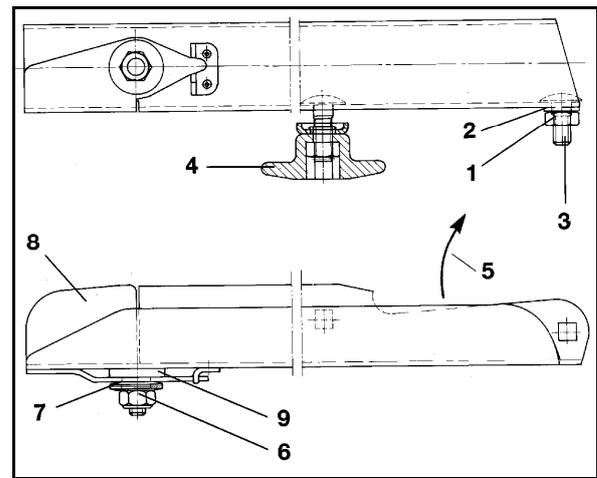

Fig. 78
1. Lösen Sie die selbstsichernde Mutter (Fig. 78/6).
2. Entfernen Sie selbstsichernde Mutter (Fig. 78/6), Tellerfedern (Fig. 78/7) und Schwenkflügel (Fig. 78/8) vom Fixierbolzen.
3. Achten Sie darauf, dass die Kunststoffscheibe (Fig. 78/9) auf dem Fixierbolzen verbleibt.
- 4.1 Schieben Sie den neuen Schwenkflügel (Fig. 78/8) auf den Fixierbolzen.
- 4.2 Schieben Sie die Tellerfedern (Fig. 78/7) wechselsinnig (nicht stapeln) auf den Fixierbolzen.
- 4.3 Sichern Sie Kunststoffscheibe (Fig. 78/9), Schwenkflügel (Fig. 78/8) und Tellerfedern (Fig. 78/7) mit einer unbenutzten selbstsichernden Mutter (Fig. 78/6) beweglich an der Streuschaufel.
- 4.4 Ziehen Sie die selbstsichernde Mutter (Fig. 78/6) mit einem Werkzeug so fest an, dass der Schwenkflügel (Fig. 78/8) gerade noch von Hand verschwenkbar ist, aber im Einsatz nicht selbsttätig nach oben schwenkt.